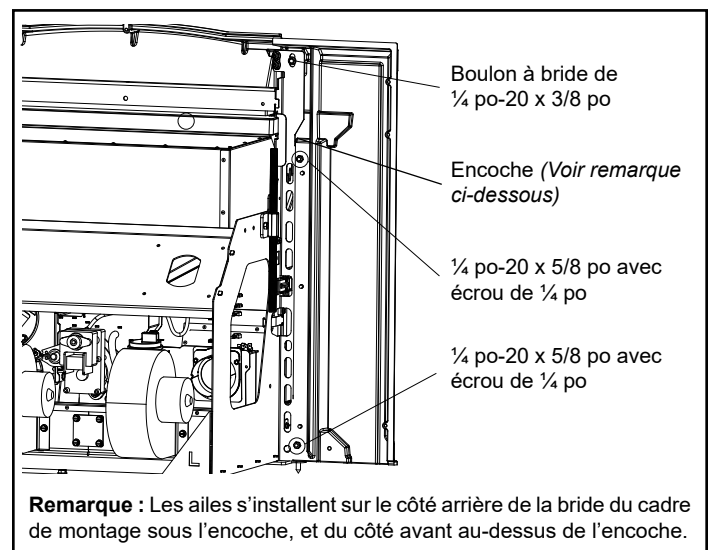

Figure 5.6
En utilisant (1) boulon à bride de 1/4 po-20 x 3/8 po, (2) boulons à bride de 1/4 po-20 x 5/8 po et (2) écrous de 1/4 po-20, installez les panneaux d'encadrement gauche et droit sur le cadre de montage. Ne serrez pas ces boulons avant d'avoir ajusté l'assemblage d'encadrement entier pour assurer un bon dégagement. Figure 5.6